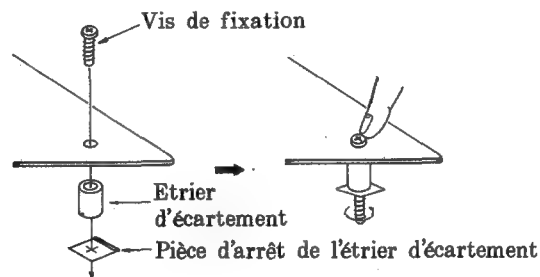

Fig. 17
(9) Installer les vis de fixation, les étriers d'écartement et les pièces d'écartement (4 pièces chaque) sur la plaquette de mémorisation à bulles. (Voir la Fig. 17.)
• Appuyer avec le doigt sur la tête de la vis de fixation et tourner la pièce d'arrêt de l'étrier d'écartement pour adapter l'étrier d'écartement. (Voir la Fig. 17.)